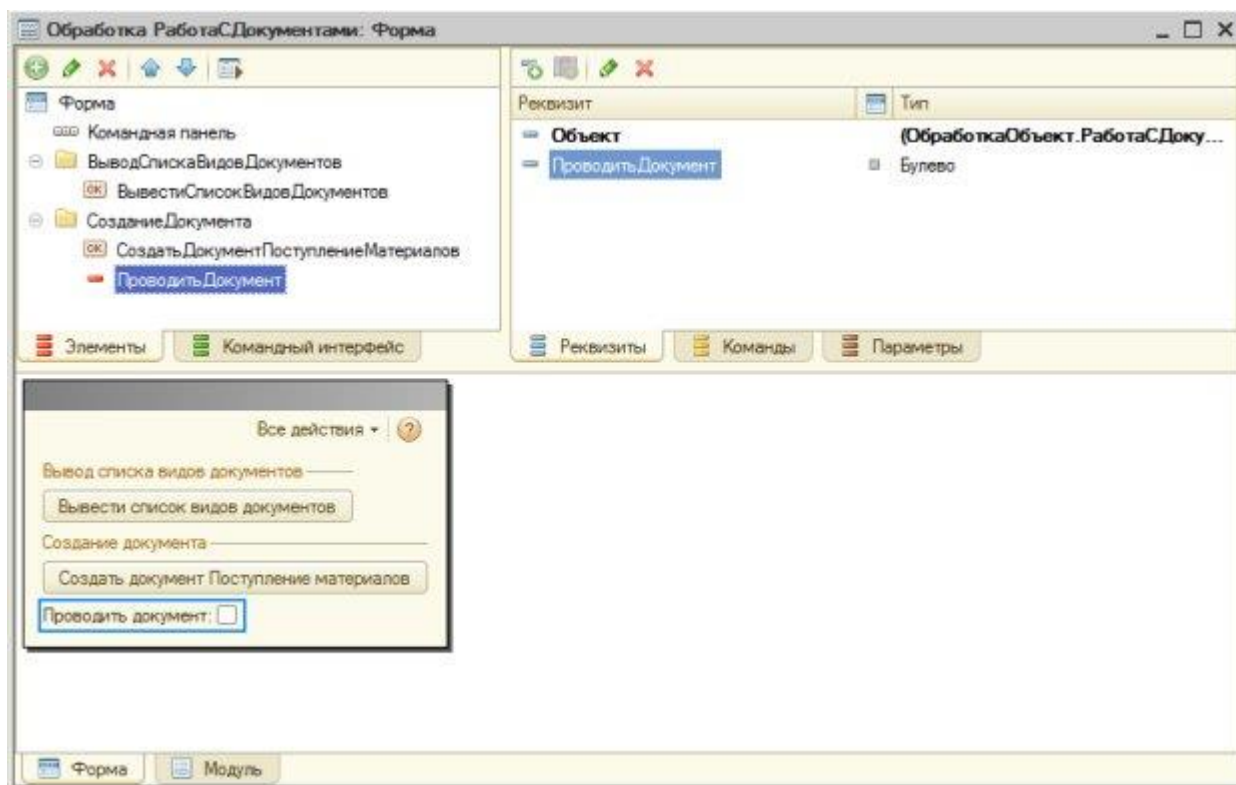

Рисунок 14.12. Модификация формы обработки
30. Добавим в нашу обработку новую команду – СоздатьДокументПоступлениеМатериалов. Так же добавим новый реквизит – ПроводитьДокумент, поместим его на форму, Рисунок 14.12. Мы зададим все данные, в том числе – и тип документа для создания – в коде.